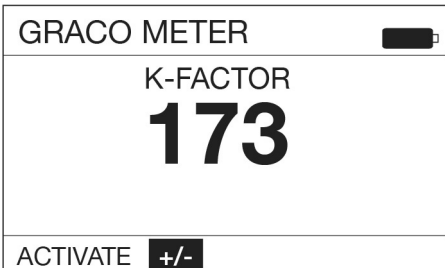

FIG. 19
2. Use el botón de flecha ARRIBA o ABAJO del teclado para resaltar la opción +/- y pulse el botón INTRO central en el teclado para seleccionar dicha opción (FIG. 19).
NOTA: Si selecciona la función VOLVER en esta pantalla, regresará a la pantalla anterior (mostrada en la FIG. 19).